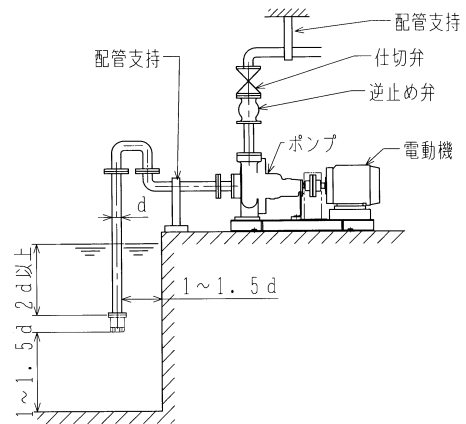

図 1
- (1) ポンプに吸込配管、吐出し管の荷重がかかると芯狂いの原因となりますので、図1のように十分な配管支持をしてください。
- (2) 配管が長い場合、実揚程が高い場合、自動運転の場合、及び2台以上のポンプの並列運転の場合には、必ずポンプの吐出し側に逆止め弁を取り付けてください。
- (3) 水撃（ウォーターハンマ）がおこる危険性のある場合は、急閉逆止め弁を設けるなどの対策を施してください。